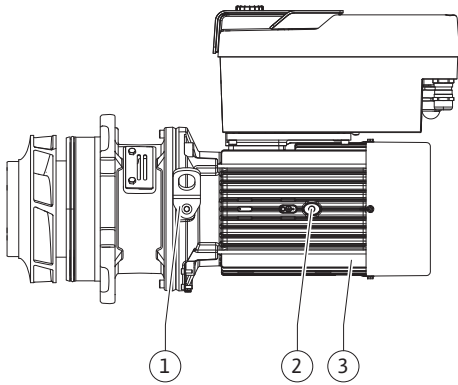

Fig. 112: Einstecksatz
13. Einstecksatz (siehe Fig. 112) in das Pumpengehäuse in der alten oder einer anderen gewünschten winkligen Lage einführen. Dabei zulässige Einbaulagen der Komponenten beachten (siehe Kapitel „Zulässige Einbaulagen und Änderung der Komponentenordnung vor der Installation“ [► 28]).